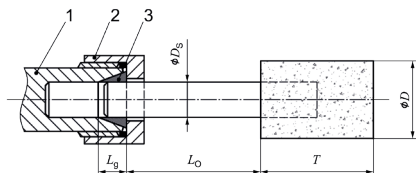

Fig. 1 - Inspänningslängd från spännchuck och spännhylsa
- Det tillåtna varvtalet för små slipstift måste reduceras för att kompensera för skaftlängden mellan spännhylsan och slipstiftet (överhäng). Kontrollera att minsta inspänningslängden på 10 mm inte underskrids. (Se fig. 1 och rekommenderingen från tillverkaren av slipstiftet).